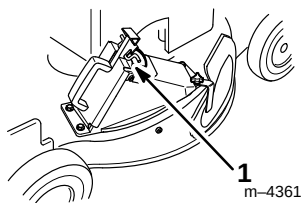

Figure 9
5. Laisser la tige de verrouillage redescendre et s'accrocher derrière les languettes de l'obturateur (Fig. 9).